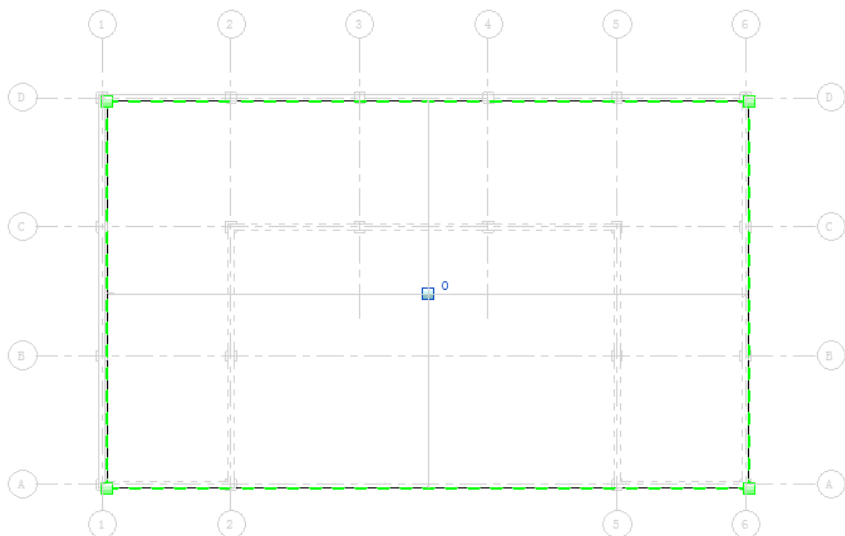
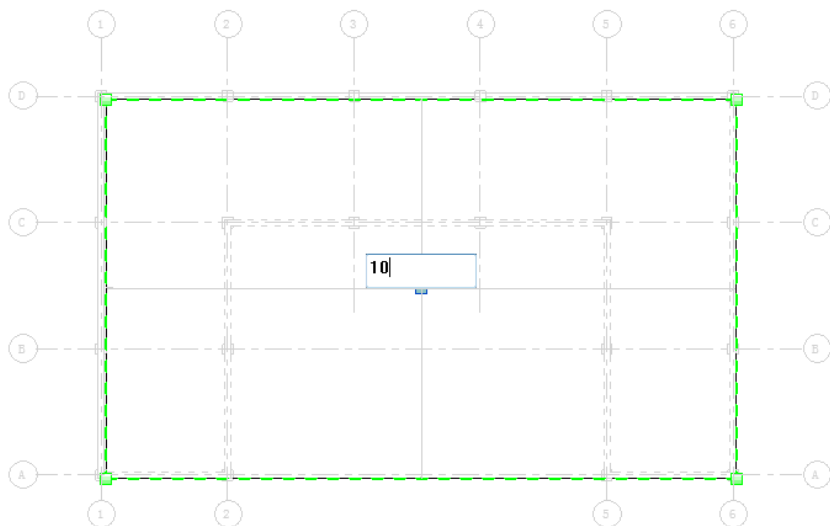

图 11-29 显示高程点
图 11-30 输入高程值
(3) 单击“形状编辑”面板中的“修改子图元”按钮，选择步骤(2)放置的点，在点上显示高程值，如图 11-29 所示，然后双击文字控制点可为所选点或边缘输入精确的高程值，如图 11-30 所示。按 Enter 键确认。高程值表示距原始楼板顶面的偏移量。